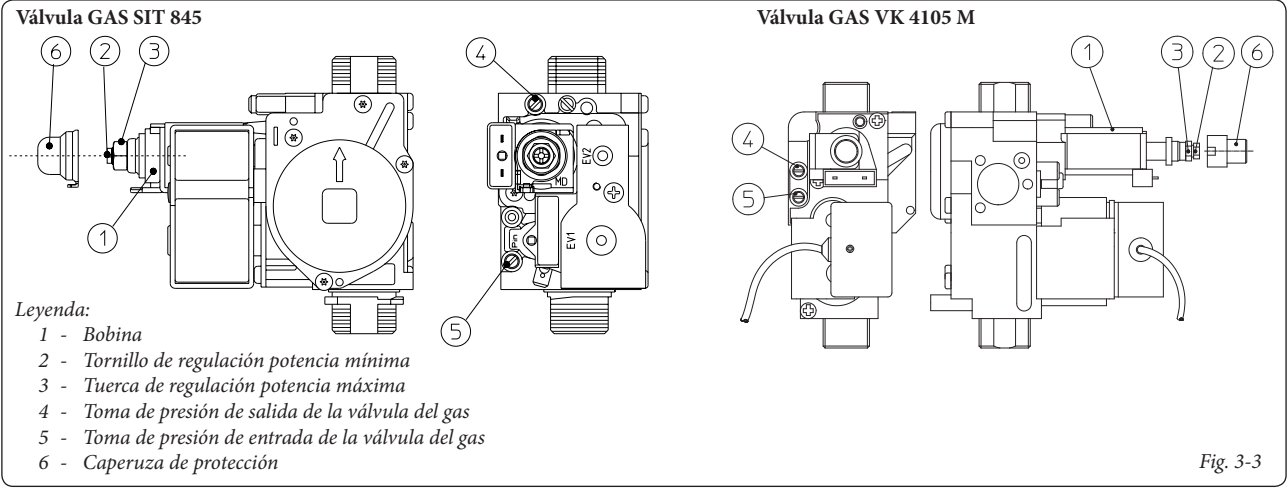

Fig. 3-3
Nota: todas las operaciones concernientes a las regulaciones de las calderas deben ser efectuadas por un técnico autorizado (por ejemplo el Servicio de Asistencia Técnica Immergas). La calibración del quemador debe ser efectuada con un manómetro diferencial en "U" o digital, conectado a la toma de presión de salida de la válvula de gas (part. 4 Fig. 3-3), respetando el valor de presión indicado en la tabla (Apdo. 3.18) para el tipo de gas para el que la caldera está preparada.
- Regular con la tuerca de latón (3 Fig. 3-3) la potencia nominal de la caldera, respetando los valores de presión máxima de las tablas (Apdo. 3.18) según el tipo de gas; girándola en sentido horario, la potencia térmica aumenta, en sentido antihorario se reduce.